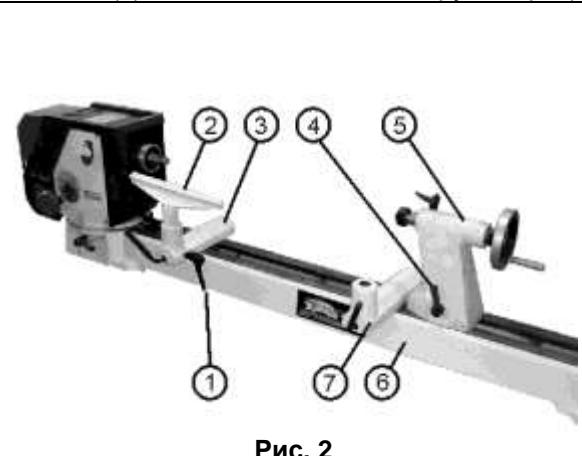

Рис. 2
**5.1. Установка опоры копира (Рис.2)**